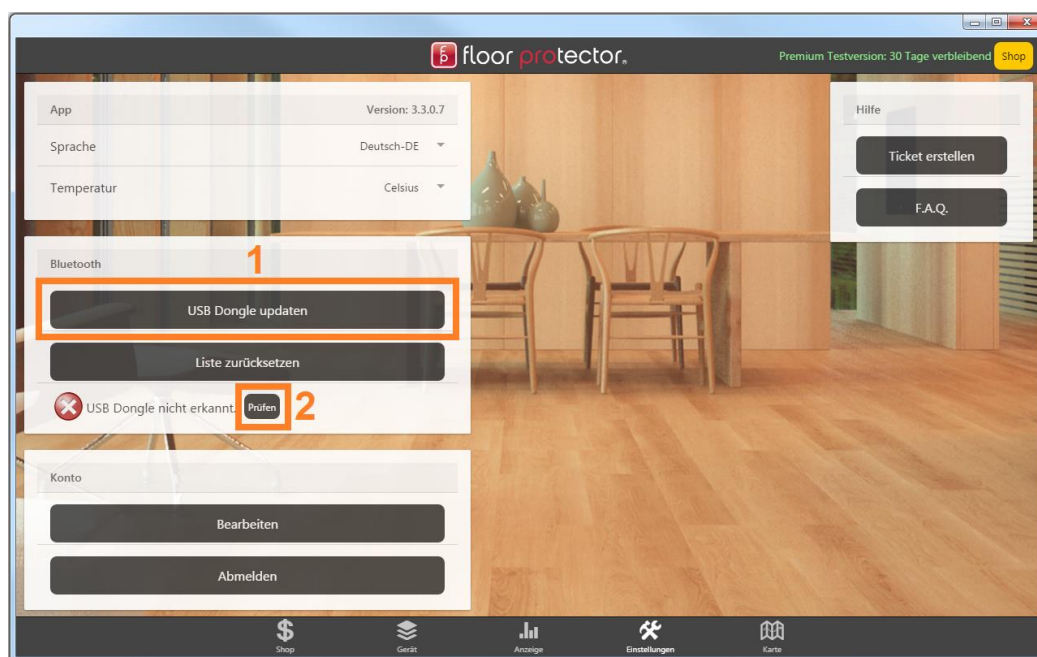

Abbildung 8: USB Bluetooth Dongle updaten und prüfen
6. Überprüfen Sie ob der USB Dongle erkannt wurde (Abb. 8)